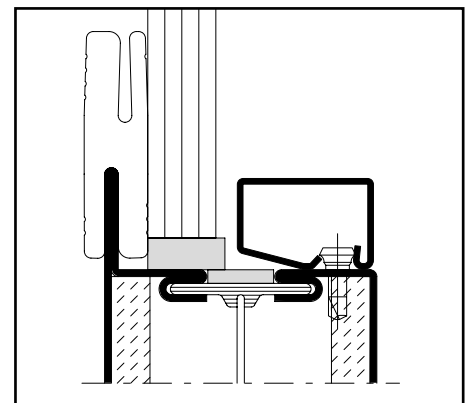

Abb. 24 / Fig. 24 / Fig. 24
- Glaselement einsetzen, ausrichten und verkloten. Alle Glasleisten aufklipsen (Abb. 24).
- Mettre en place le vitrage, le positionner et le caler. Clipper toutes les parcloles (fig. 24)
- Insert the glazing element, align correctly and insert pads. Clip on all glazing beads (Fig. 24)